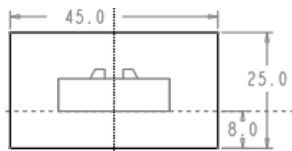

图 18.4 截面草图
③ 进入截面草绘环境后，选取 **MOLD_RIGHT** 基准平面和 **MAIN_PARTING_PLN** 基准平面为草绘参考，然后绘制图 18.4 所示的截面草图。完成特征截面的绘制后，单击“草绘”操控板中的“确定”按钮 。
④ 选取深度类型并输入深度值：在操控板中选取深度类型 (即“对称”)，再在深度文本框中输入深度值 **35.0**，并按 **Enter** 键。
⑤ 完成特征。在操控板中单击 按钮，完成特征的创建。